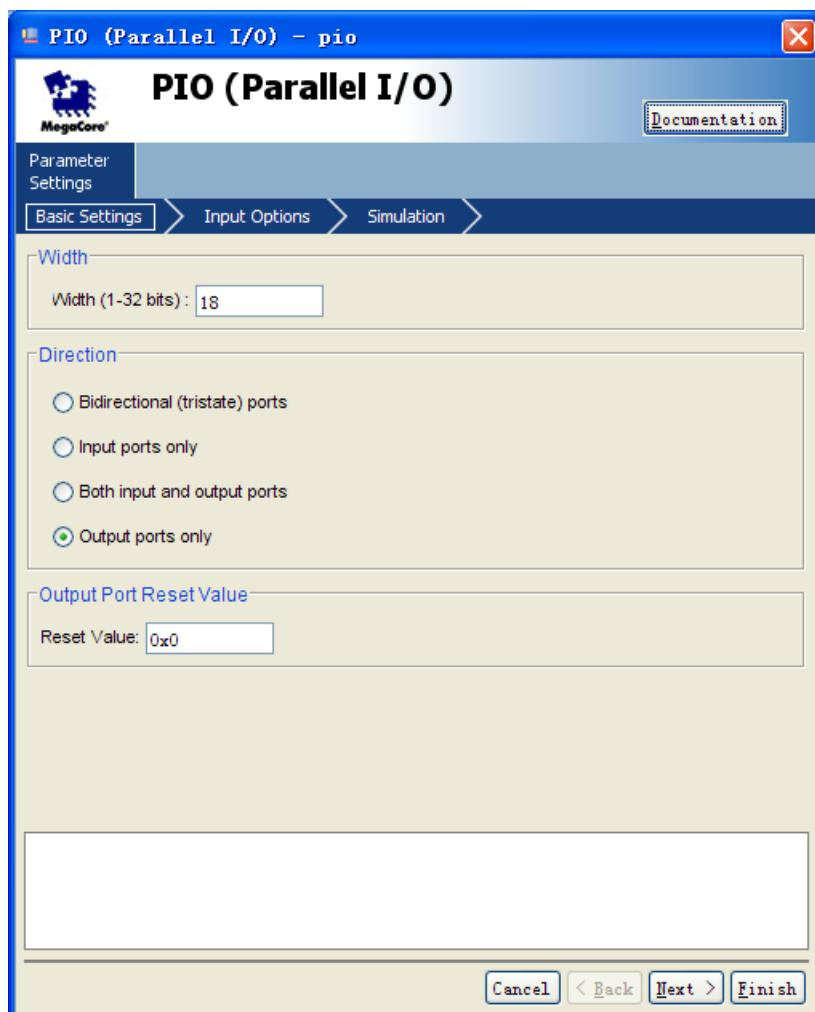

图 8-1 PIO 参数设置
6. 添加串行 I/O, 将 Width 改为 18, 对应 18 个红色 LED 灯。如图 8-1。